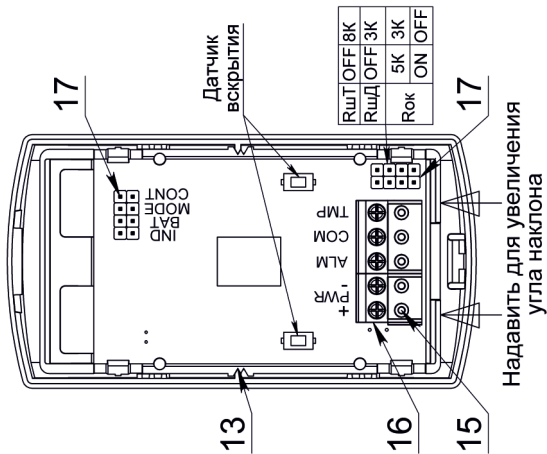

Рис.3 Плата ИО в крышке
Подсоединить колодку к плате (рис. 3). Установить извещатель на основание. Линза (2) по умолчанию установлена в соответствии с рис 26 и рис 4. При необходимости изменить направление ЗО, изъять держатель (4) вместе с платой (3) из крышки (1) и переставить линзу на 180°.